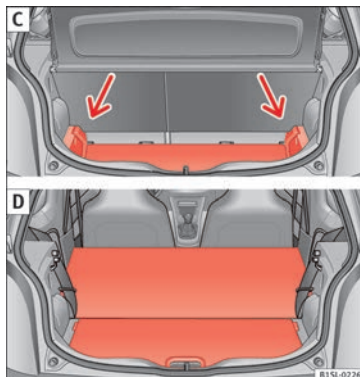

Fig. 72 C: ampliar el maletero hacia abajo. D: ampliar el maletero hacia delante.
- Levante el suelo del maletero y empújelo hacia abajo en la guía » **fig. 72 C** (flechas).